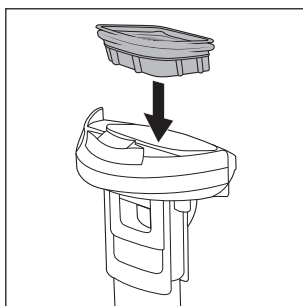

Fig. 28
- ♦ Quando i pezzi sono asciutti, reinserire il filtro anti sporco **10** nel coperchio del contenitore dell'acqua sporca **9** (vedere fig. 28).